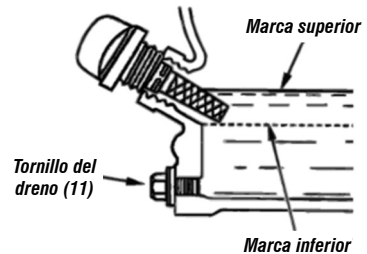

Fig. 8 – Nivel de aceite
- Retire nuevamente la varilla y realice la lectura (fig. 8);